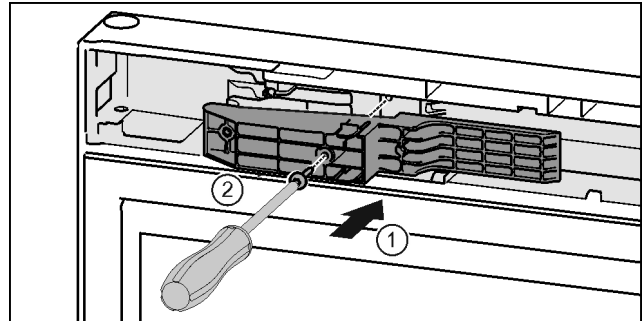

Fig. 48 *
- ▶ Sæt adapterstykket ind i udsparringen på grebssiden. Fig. 48 (1)*
- ▶ Stram skruerne med skruetrækker T15. Fig. 48 (2)*